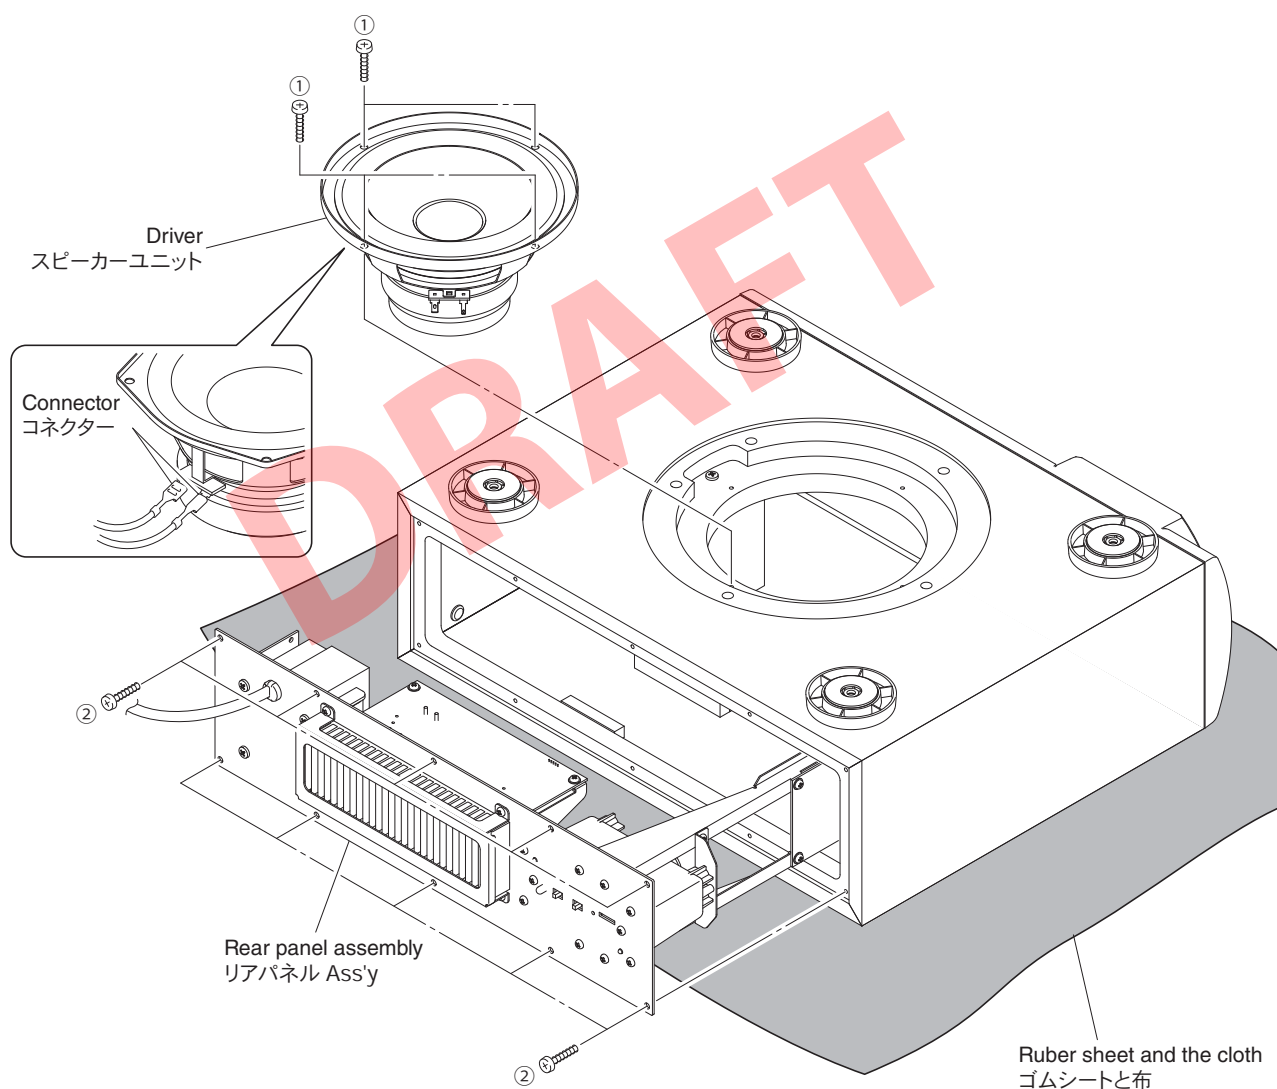

Fig. 2
- d. Remove 4 screws (①), and pull out the driver. (Fig. 2)
- e. Disconnect the connector connected to the terminal of the driver. (Fig. 2)
- f. Remove the driver. (Fig. 2)
- a. Remove 10 screws (②). (Fig. 2)
- b. Remove the rear panel assembly. (Fig. 2)
- d. ①のネジ4本を外し、スピーカーユニットを引き出します。(Fig. 2)
- e. スピーカーユニットの端子に接続されているコネクタを外します。(Fig. 2)
- f. スピーカーユニットを外します。(Fig. 2)
- a. ②のネジ10本を外します。(Fig. 2)
- b. リアパネル Ass'y を外します。(Fig. 2)